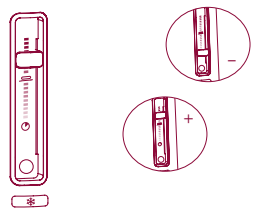

Fig. 4
- 2 Regular el selector de tostado disponiéndolo en la posición correspondiente al grado de cocción preferido. Posicionando el selector de tostado hacia abajo se obtendrá un tiempo de cocción más breve, mientras que posicionándolo hacia arriba el tiempo será más largo (fig. 4) (véase el apartado "Consejos para el tostado").